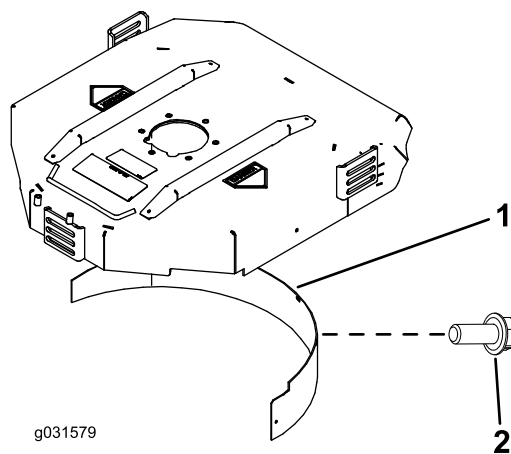

Figure 4
2. Montez le déflecteur de déchiquetage dans l'ouverture arrière et fixez-le avec 5 boulons à embase (Figure 4).